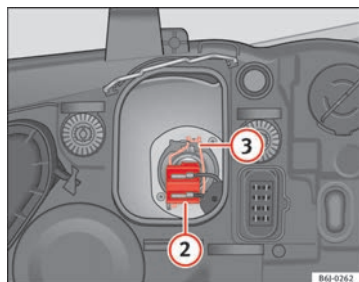

Abb. 156 Abblendlicht
- Ziehen Sie den Stecker ⇒ Abb. 156 ② von der Lampe ab.
- Nehmen Sie die Haltefeder ⇒ Abb. 156 ③ durch Eindrücken und Rechtsdrehung ab.